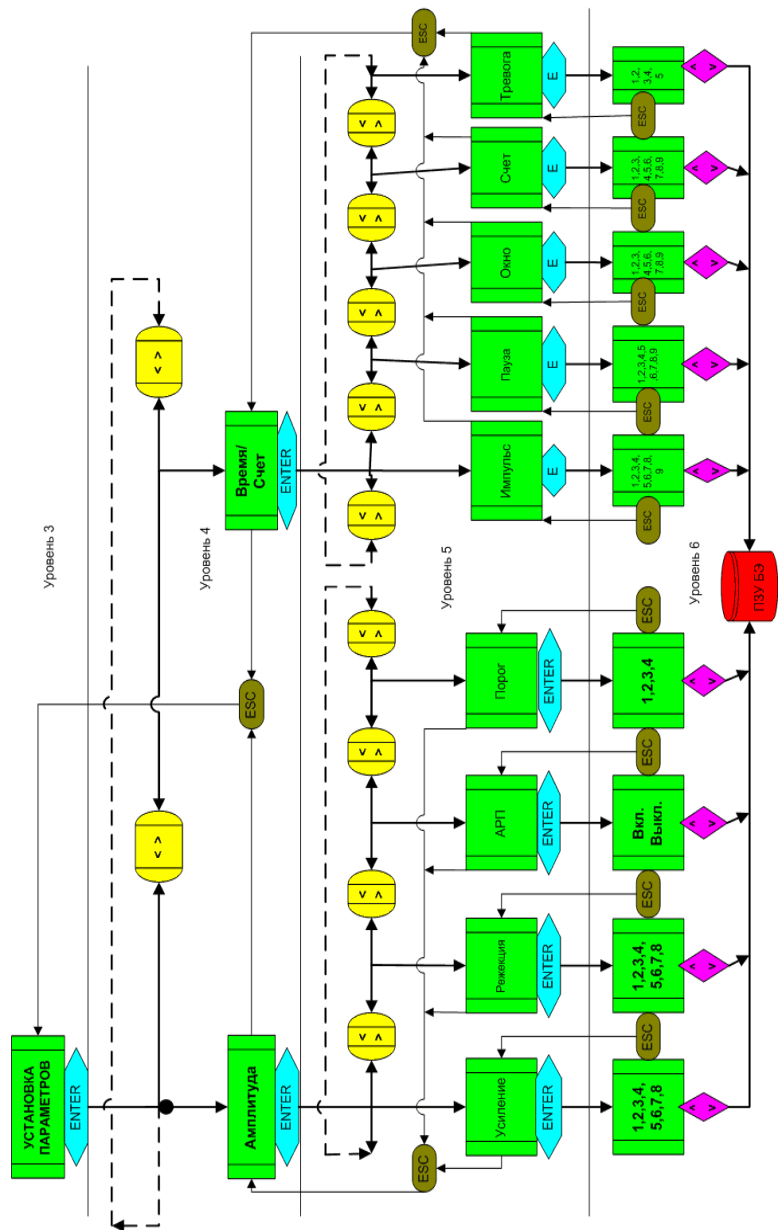

Рис. 3.6. Структурная схема раздела «УСТАНОВКА ПАРАМЕТРОВ» меню ПУ
На рис. 3.6. изображена структурная схема раздела «УСТАНОВКА ПАРАМЕТРОВ», включающая 3-й, 4-й, 5-й и 6-й уровни системного меню. Перемещение по 5 уровню осуществляется с помощью клавиш «→» или «←». Переход с 5-го на 4-й уровень меню осуществляется нажатием клавиши «ESC» на ПУ.
3.2.3.2. С помощью клавиши «ESC» перейти на 3-й уровень меню, с помощью клавиши «→» осуществить переход в раздел **«УСТАНОВКА ПАРАМЕТРОВ»** (рис. 3.6.). Нажав клавишу «ENTER», перейти на 4-й уровень меню в подраздел «Амплитуда»; нажав клавишу «ENTER», перейти на 5-й уровень меню в параметр «Усиление»; нажав клавишу «ENTER», перейти на 6-й уровень в режим установки усиления. С помощью клавиши «↑» или «↓» осуществить установку числа **«1»** – минимального усиления. Нажав несколько раз клавишу «ESC», перейти на 3-й уровень меню, с помощью клавиши «→» или «←» осуществить переход в раздел **«ТЕСТ»**. Далее повторить процедуру по п. 3.2.3.1, убеждаясь, что и при минимальной чувствительности изделие вырабатывает сигнал тревоги в ответ на тест.
3.2.4.2. В первую очередь необходимо установить начальное «среднее» усиление в тракте обработки сигнала. Для этого в разделе **«УСТАНОВКА ПАРАМЕТРОВ»** (рис. 3.6.) нажать клавишу «ENTER» и войти в подраздел «Амплитуда»; нажать клавишу «ENTER» и войти в параметр **«Усиление»**, еще раз нажав клавишу «ENTER», войти в числовое меню параметра. Используя клавиши «↑» или «↓», установить параметр **«4»**, соответствующий среднему значению усиления. Нажав клавишу «ESC» несколько раз, подняться на 3-й уровень системного меню.
3.2.4.6. После определения резонансной частоты F_p СЗ (по усредненным данным не менее 10 измерений) с помощью клавиш «ESC» и «→» осуществляем переход в раздел «УСТАНОВКА ПАРАМЕТРОВ» (рис. 3.6.), затем проходим последовательно на подраздел «Амплитуда» (4-й уровень), далее в параметр «Режекция» (5-й уровень) и на 6-й уровень числовых значений этого параметра.
Для того, чтобы проверить правильность выбора числового параметра «Режекция», необходимо в разделе «УСТАНОВКА ПАРАМЕТРОВ» и подразделе «Амплитуда» (рис. 3.6.) изменить числовой параметр «Режекция» в пределах ± 1 . Затем в подразделе «КТ5; КТ6» раздела «КОНТРОЛЬНЫЕ ТОЧКИ» аналогичным образом определить усредненные оценки $A_{5/6}$ и убедиться, что они меньше величины, полученной ранее.
3.2.5.1. При настройке чувствительности, в подразделе «Амплитуда» раздела «УСТАНОВКА ПАРАМЕТРОВ» параметр «АРП» (рис. 3.6.) должен быть выключен, т.е. установлен «Выкл».
3.2.5.2. Чувствительность изделия к вибрации СЗ определяется значениями 2-х параметров в системном меню ПУ (рис. 3.6.):